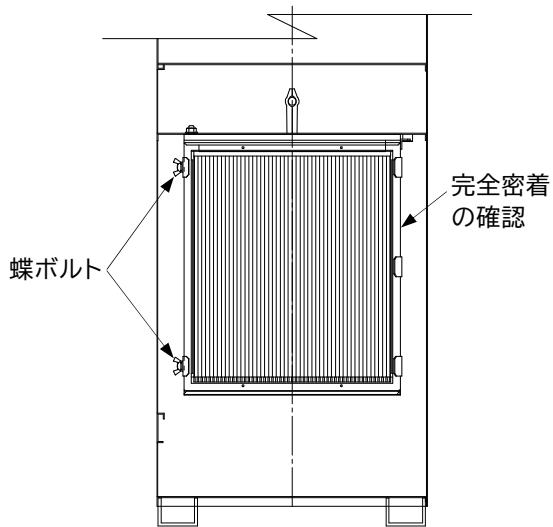

図1
- ①パッチン錠を外して前扉を開けてください。
- ②フィルターは2枚で1ユニットになっており、図1のように取り付いています。